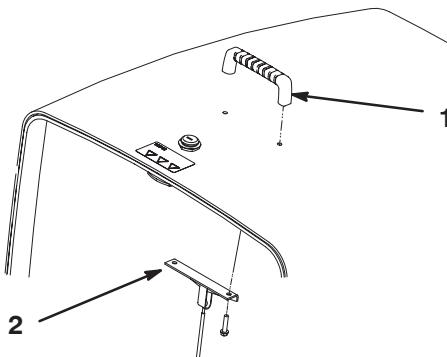

Bild 4
- Befestigen Sie den Griff und die Kabelhalterung mit den zwei (2) Schrauben an der Motorhaube (Bild 4).